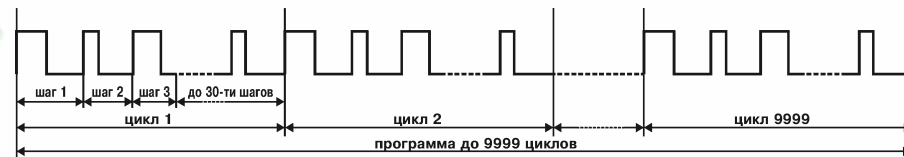

Рис. 2
3.1.2.1. Два независимых таймера прибора выполняют свою программу, состоящую в выдаче на соответствующее выходное устройство повторяющейся заданное количество раз последовательности импульсов произвольной длительности, называемой **циклом** (рис. 2).